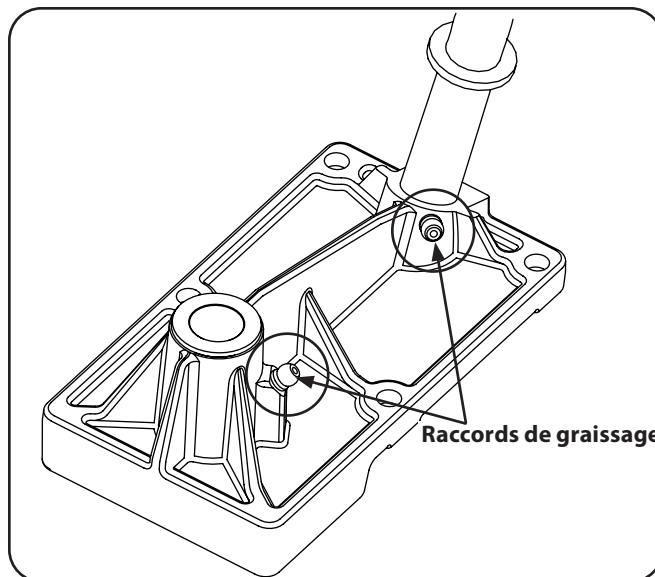

Figure 6-8
2. Repérez le raccord de graissage du boîtier de direction et le raccord de graissage de l'arbre de direction sous la batterie. Voir Figure 6-8.